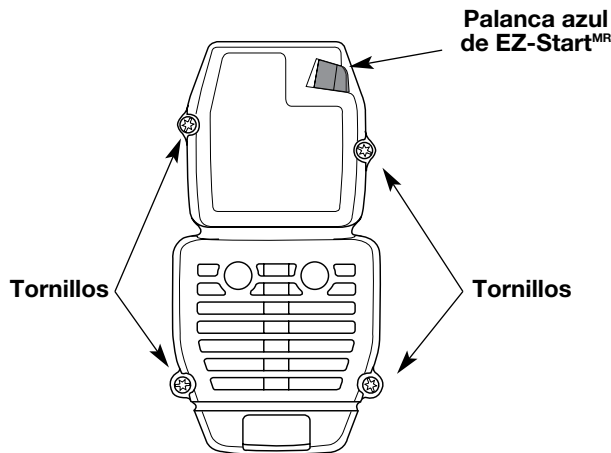

Fig. 25
1. Saque los cuatro (4) tornillos que sostienen la cubierta del silenciador / filtro de aire (Fig. 25). Use un destornillador de vástago plano o de broca Torx N° T20.
2. Inserte los cuatro (4) tornillos en los orificios de la cubierta del silenciador / filtro de aire (Fig. 25) y ajústelos. No los ajuste demasiado.